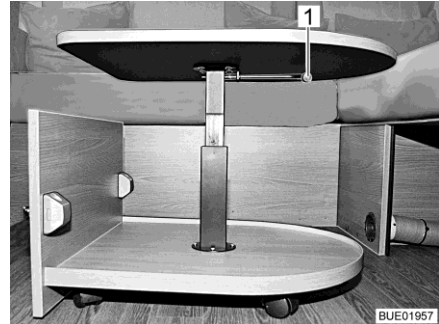

Bild 128 Couchtisch, ausgefahren
- Verriegelungshebel (Bild 128,1) um 90° nach unten drehen.